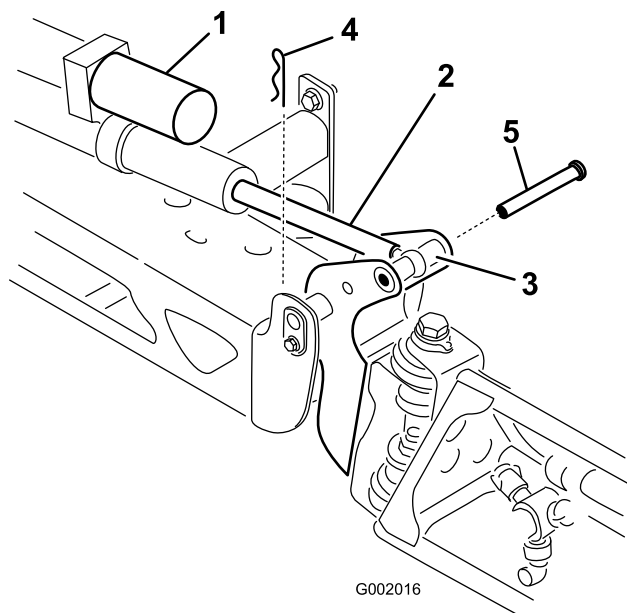

図 45
2. ピボット・ピンからコッター・ピンを抜き取る(図 45)。
ながら、ブームのピボットとアクチュエータ・ロッドにピンを通す(図 45)。
3. ブームを持ち上げて、ピンを外す(図 45)。ブームをゆっくりと床まで降下させる。